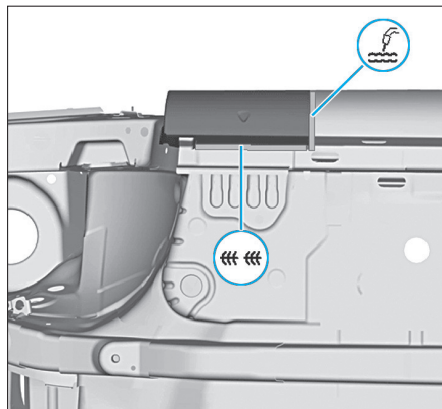

FIG. 47
- Souder la zone d'accostage sur la partie inférieure du bas de caisse par cordon point sur point de brasure MIG-L. (Fig.47).